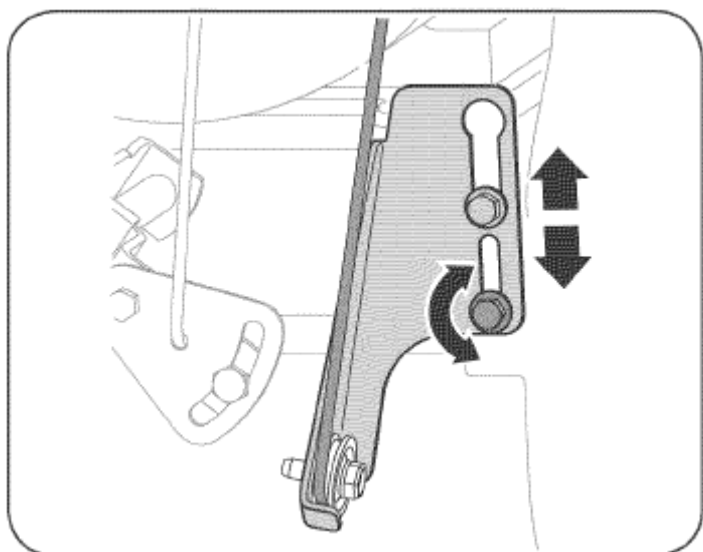

Рисунок 20
- 5) ослабьте нижнюю гексагональную гайку на фиксаторе приводного троса (см. рис. 20);